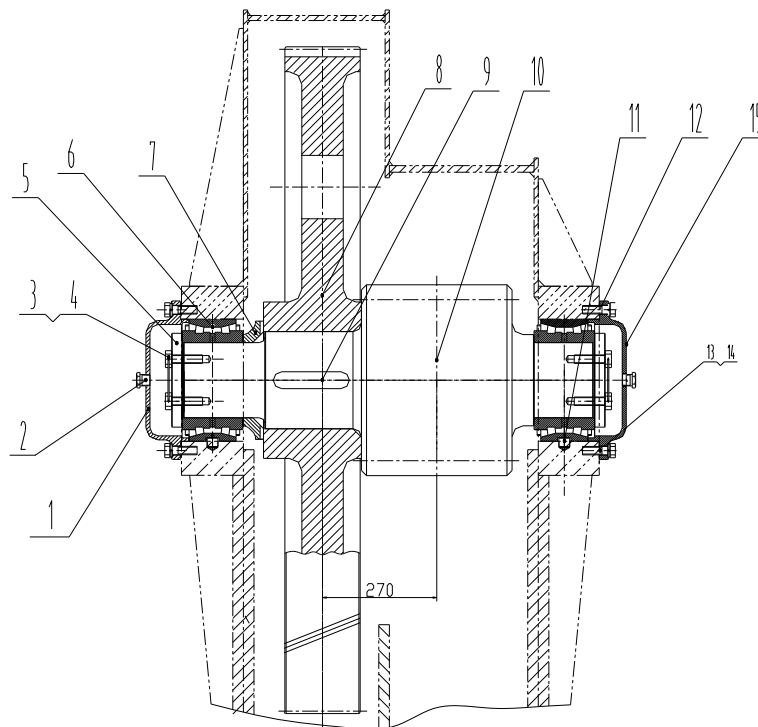

Рисунок 9-7. Вторичный (средний или промежуточный)
2. Из крышки вторичного вала извлеките болты и пружинные шайбы (см. рисунок 9-7). Извлеките прокладки крышки подшипника. Оставьте эти прокладки до следующего монтажа;
Демонтаж промежуточного вала проводится следующим образом (см. рисунок 9-7):
Монтаж среднего шестеренчатого вала проводится следующим образом (см. рисунок 9-7):